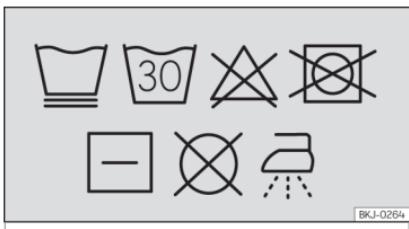

Fig. 114 Etiqueta en las fundas: símbolos de instrucciones de lavado
• Instrucciones de lavado de las fundas extraíbles »» **fig. 114**: